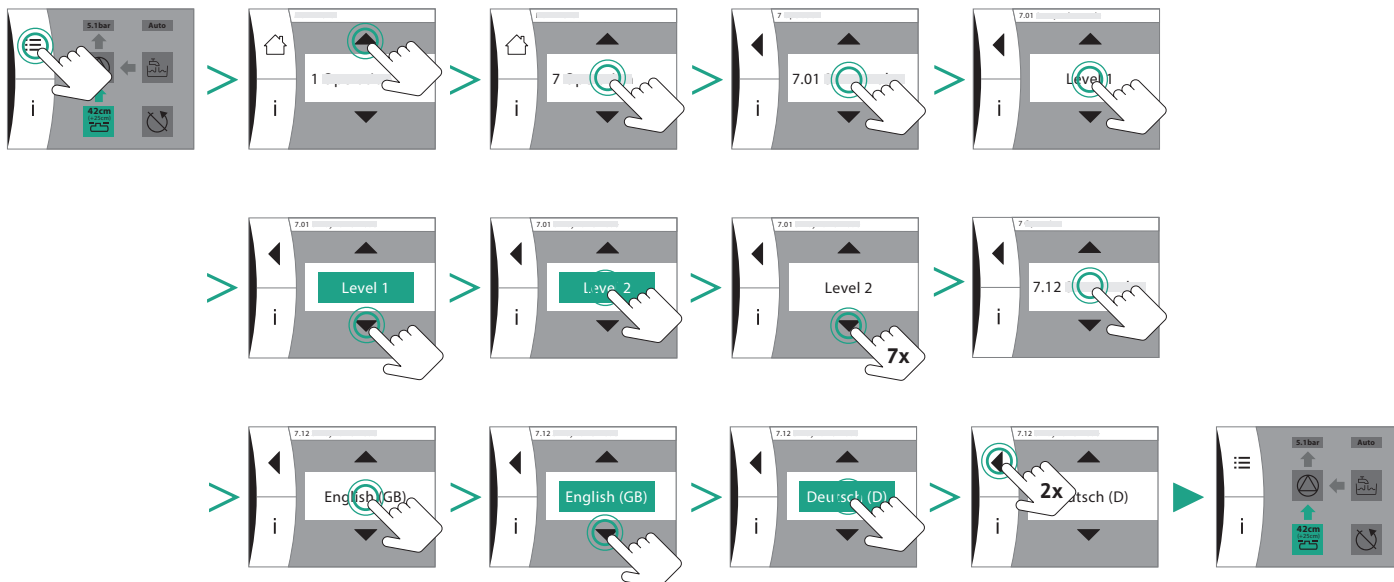

Fig. 23: Ustawienie języka
7. Wybrać preferowany język (Fig. 23).